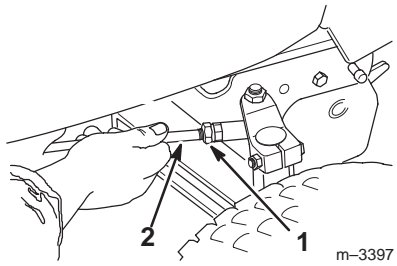

Bild 48
1. Lockern Sie für die Einstellung die Klemmmuttern an den Enden der Zugstangen (Bild 48).